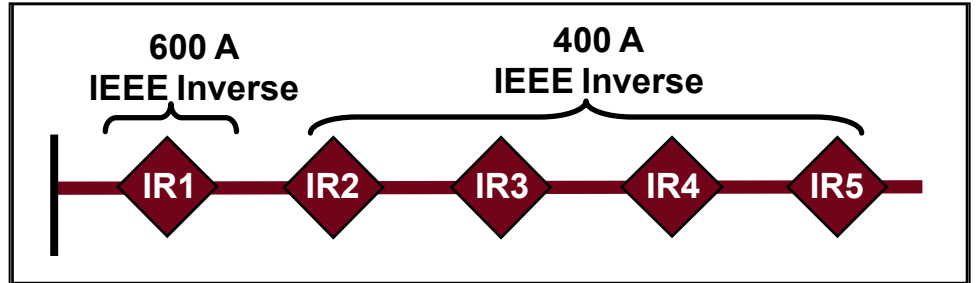

Figura 22. Falla temporal de la CEC; IR2 e IR3 regresan a la curva CEC rápida.
- IR2 e IR3 cambian de regreso a las curvas TCC originales. Ver Figura 22 en la página 43.